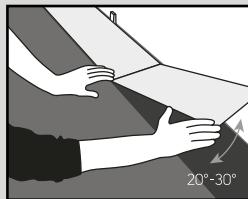

Fig. 2
- Posez la première rangée en vous assurant que les bords courts sont bien emboités (Figure 2).